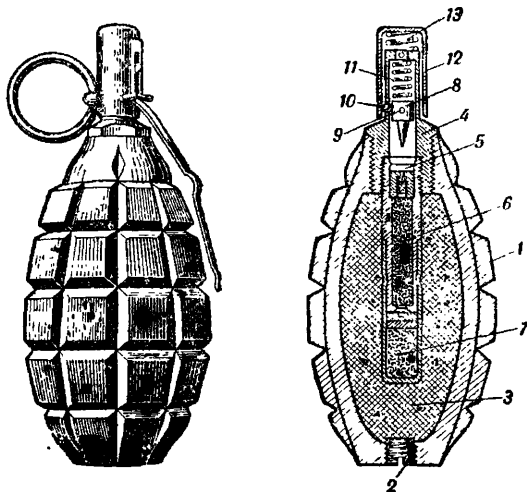

Рис. 26. Общий вид и части гранаты марки Ф-1
48. Ручная граната марки Ф-1 (рис. 26) принадлежит к типу осколочных оборонительных гранат дистанционного действия. Запал гранаты воспламеняется в момент броска ее, граната же взрывается через 3,5—4,5 сек. после воспламенения запала. Метание гранаты производится только из окопов или укрытий.